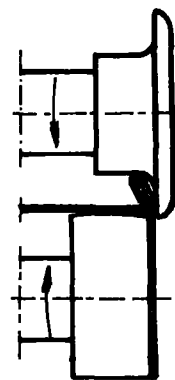

Fig. 4
- b Repita los sub-pasos b, c, e y f (figs. 4 y 5).